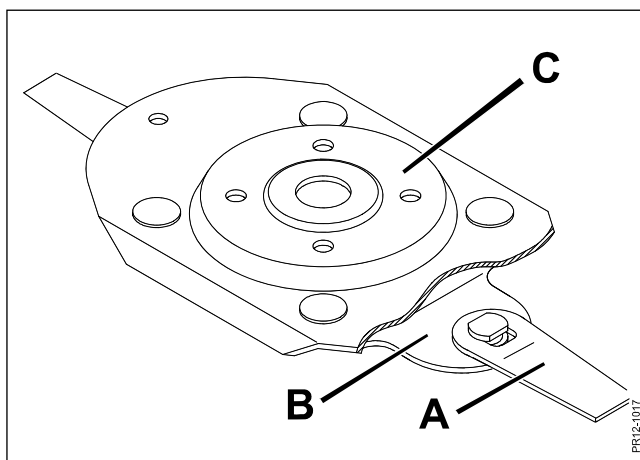

Fig. 5-15
Fig. 5-15 Systemet benævnes Quick and Safe (QS), som er betegnende for den hurtige montering/udskiftning af knive, samt den høje sikkerhed mod at knive **A** utilsigtet kan frigøres fra knivholderen **B**, der er boltet på skiven **C**.